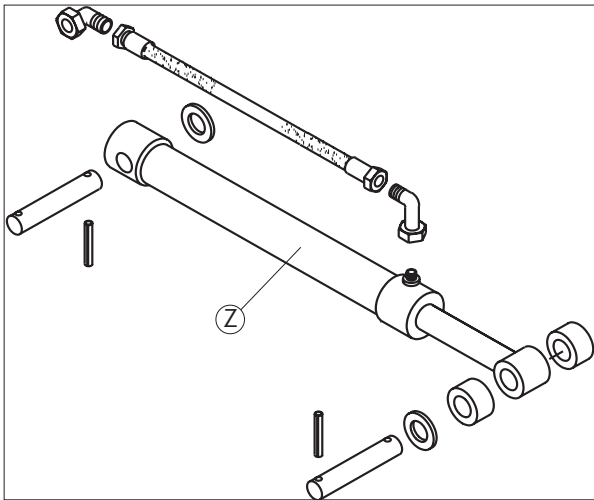
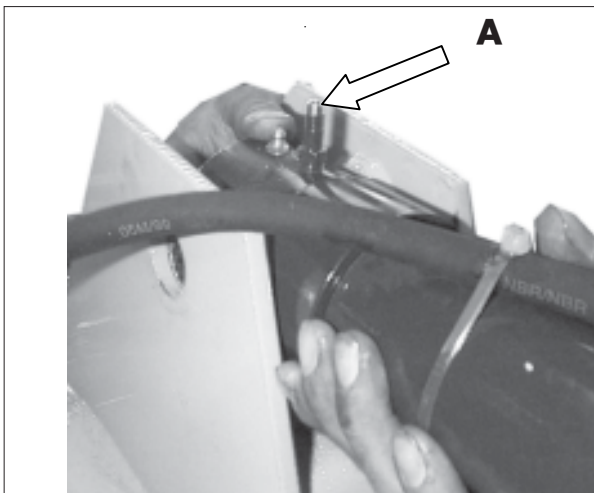

Bild 3-12
Bild 3-13
Den Hydraulikzylinder (Z) auseinanderziehen (evtl. das Ventil A betätigen, damit Luft in den Zylinder einströmen kann, siehe Bild 3-13) und den Zylinder in die Laschen am Hubarm einhängen (Bild 3-12). Verwenden Sie hierfür Inhalt des Beutels L.
Den Hydraulikzylinder (Z) anschließend in die Laschen am Rahmen einhängen (Bild 3-12). Verwenden Sie hierfür den Inhalt des Beutels M.